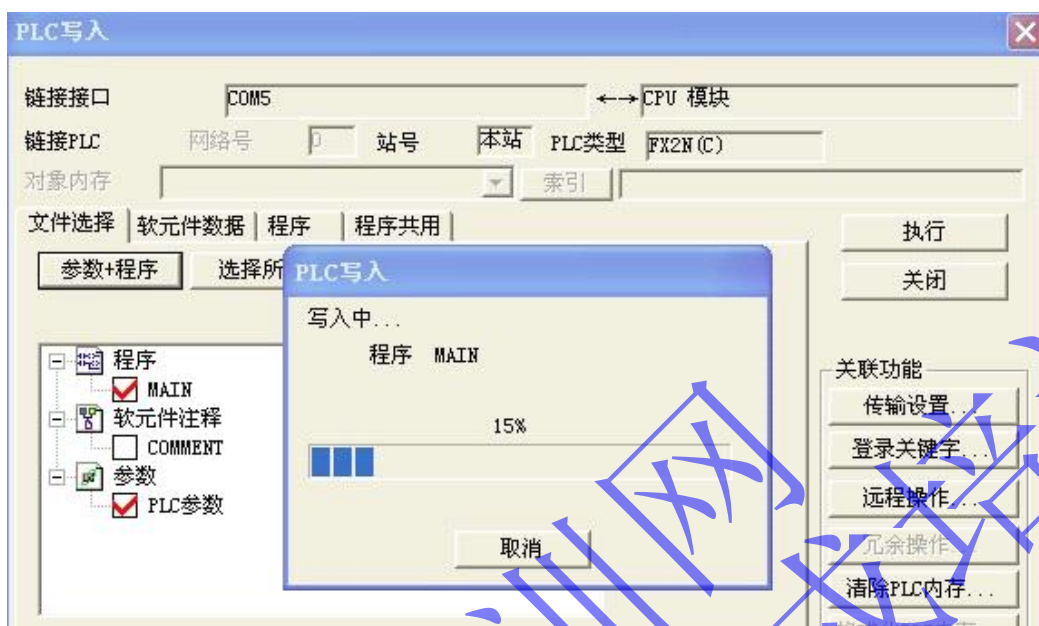

图 4-28 将计算机已编译程序写入 PLC
分别鼠标左键点击“参数+程序”、“执行”、子窗口“是 (Y)”进入下图 4-28